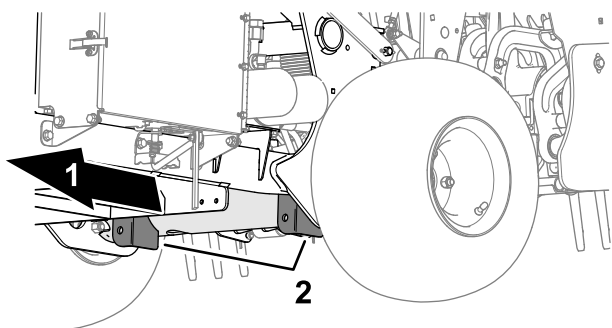

Figure 128
3. Placez le cric solidement sous la plaque du cadre, juste à l'intérieur de la roue arrière (Figure 128).